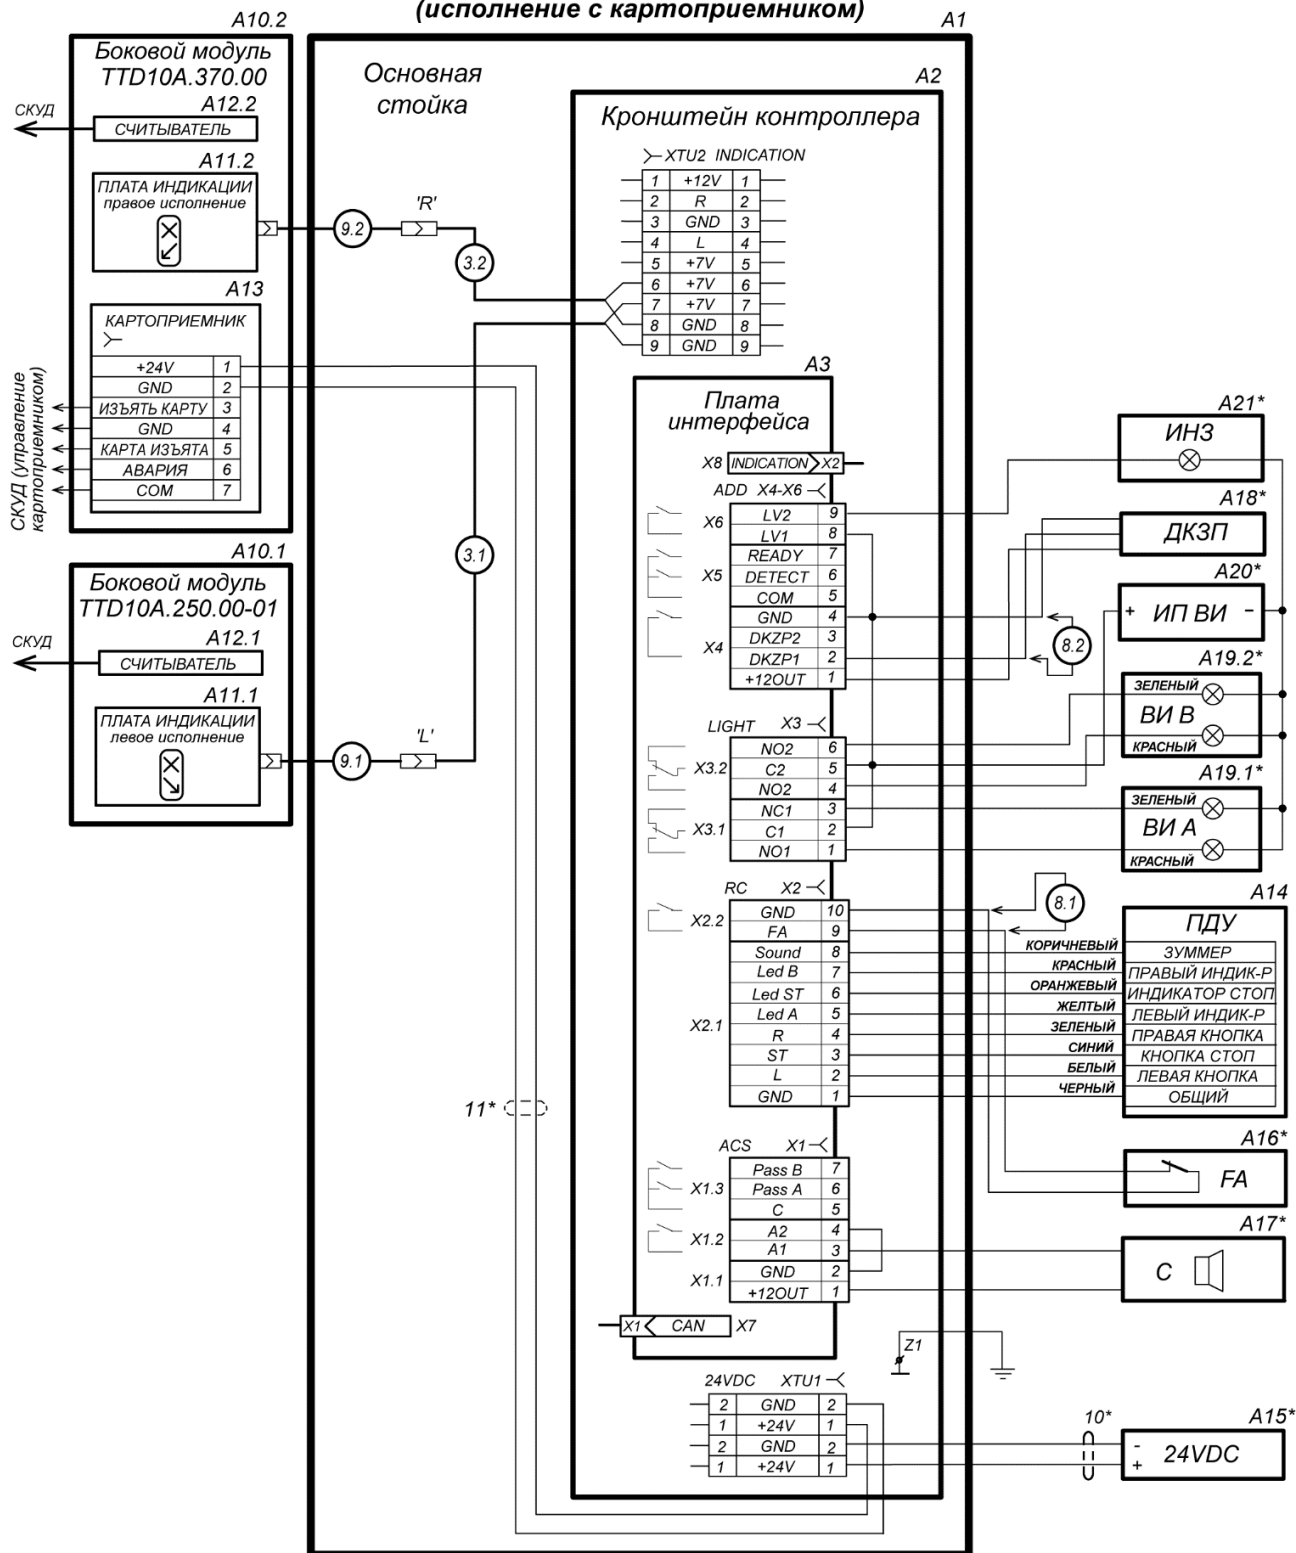

Рисунок 17. Пример схемы соединений турникета и дополнительного оборудования для модификации с картоприемником PERCo-TTD-12AC¹
- у стандартного бокового модуля (см. рис. 17):
- снимите пластину (4, рис. 17), для чего открутите 6 винтов (7, рис. 17),
- снимите кронштейн (3, рис. 17), для чего открутите 4 гайки с шайбами (6, рис. 17),
- снимите блок индикации (2, рис. 17), для чего открутите 4 гайки с шайбами (5, рис. 17).